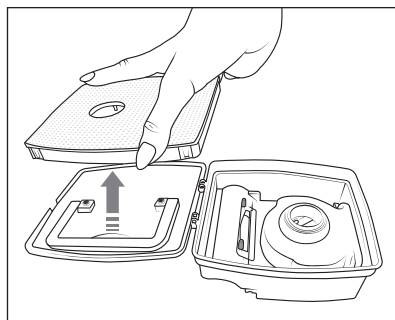

Fig. 9
- 4) Tag EPA-fileret **7** af dækslet til støvbeholderen **12**. (se fig. 9).